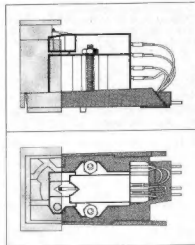

Fig. 15
1. Den Systemträger (6) können Sie vom Tonarm lösen, indem Sie den Tonarmgriff (4) nach hinten drücken. Halten Sie dabei den Systemträger fest, da er nach Öffnen der Verriegelung herunterfällt.
2. Befestigen Sie das Tonabnehmersystem unter Verwendung des dem Tonabnehmersystem beigegebenen Zubehörs auf dem Systemträger. Zu beachten ist, daß sich die Abstastnadelspitze – von oben betrachtet – mit der V-förmigen Ausparung der Systemlehre deckt (Fig. 15).
1. Vous pouvez retirer le porte-cellule (6) du bras en repoussant la poignée (4) du bras vers l'arrière. Maintenez en même temps le porte-cellule qui tombe après ouverture du verrouillage.
2. Fixez la cellule sur le porte-cellule en utilisant les accessoires joints à la cellule. Vérifiez que la pointe de lecture - vue de haut - se superpose à l'encoche en forme de V du gabarit de la cellule (Fig. 15).
1. Detach the cartridge holder (6) from the tonearm by pressing the tonearm lift (4) backward, while holding the cartridge holder with your hand to prevent its falling down when the lock is released.
2. Using the hardware provided, mount the cartridge on the cartridge holder. Make sure that the V-shaped recess of the stylus tip as seen from above covers the cartridge gauge (Fig. 15).